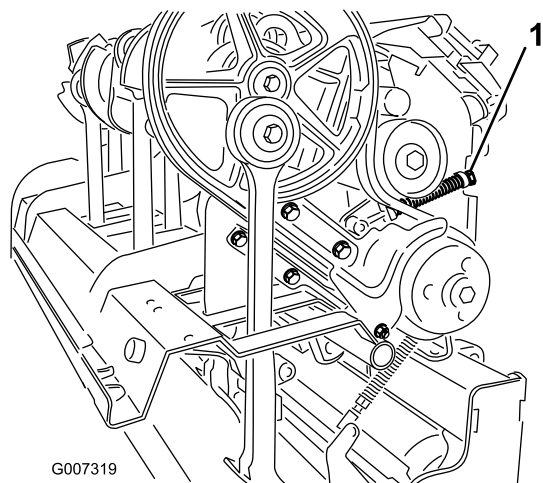

Figura 37
4. Para libertar a tensão da mola intermediária, desaperte a porca de bloqueio que fixa o protetor da mola (Figura 37) e rode o protetor.